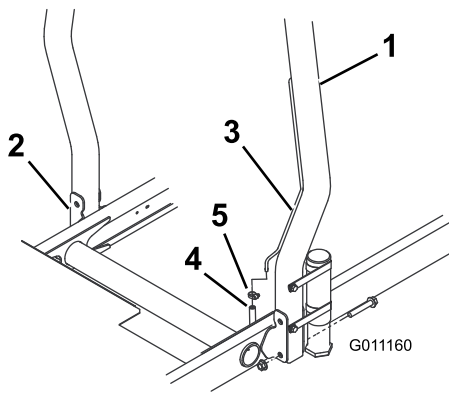

Bild 12
1. Senken Sie den Überrollbügel auf die Befestigungshalterungen der Zugmaschine ab und fluchten Sie die Befestigungslöcher aus. Achten Sie darauf, dass das Entlüftungsrohr am Überrollbügel an der linken Seite der Maschine ist (Bild 12).
- Befestigen Sie jede Seite des Überrollbügels mit zwei Bundkopfschrauben und Sicherungsmuttern an den Befestigungshalterungen (Bild 12). Ziehen Sie die Befestigungen bis auf ein Drehmoment von 81 Nm an.